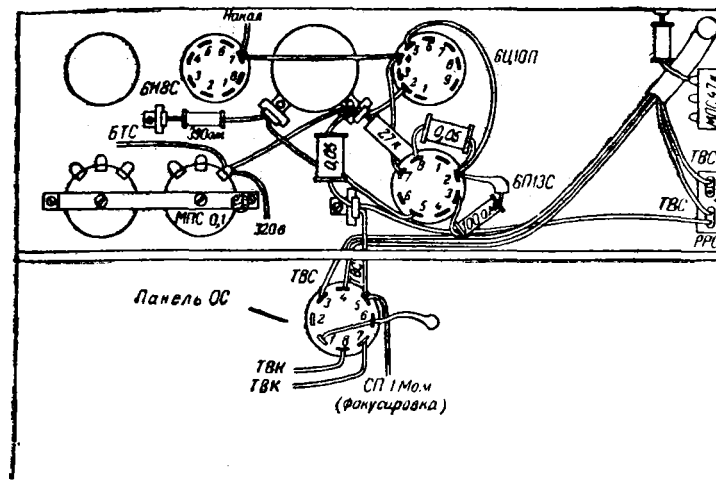

Рис. 13. Монтажная схема строчной развертки при установке 35ЛК2Б.
5. Заменяют лампу демфера 5Ц14С на 6Ц10П. Участок монтажной схемы строчной развертки показан на рис. 13.